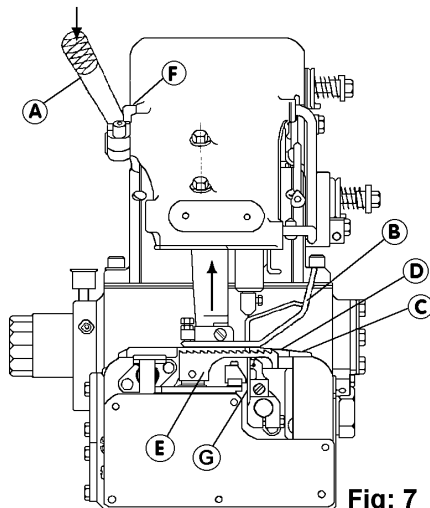

Fig: 7
Proceder como sigue para entregar las hojas de cuchilla (véase la Fig: 7 y 8).
1. Consulte la Fig: 7. Bloquear la entrada de aire comprimido y energía eléctrica para que la máquina no se puede ejecutar.
2. Pulse (A) hacia el indicador de presión de aceite (I). Esto moverá el pie prensatelas (B) hacia arriba y lejos de la placa de garganta (D).
3. Ponga un 6 mm espaciador entre la palanca (A) y el tornillo (F).